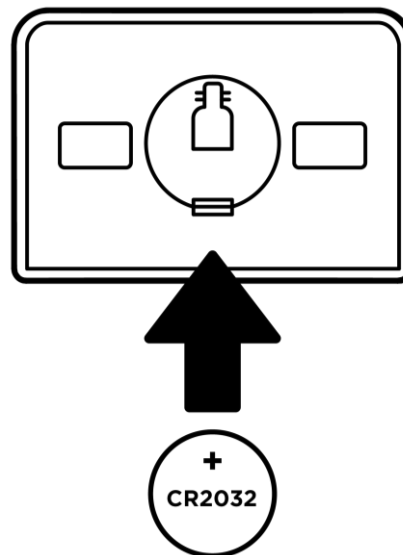

Рисунок 8 – Ориентация батарейки при вставке в датчик открытия
- при замене батарейки следует соблюдать полярность (см. рис. 8 далее).